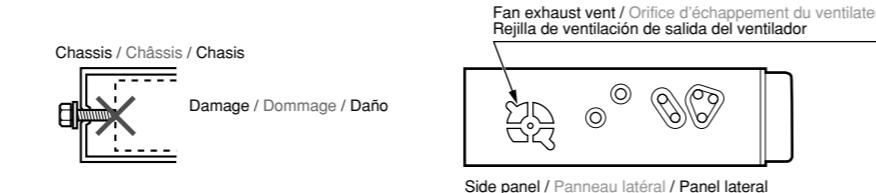

Figure 4 / Figure 4 / Figura 4
- This unit is equipped with a motorized fan to assist cooling of the internal parts. Take precautions during installation not to allow the fan's exhaust vent to be blocked with cables or other parts; otherwise excessive heating may result in malfunctions. (Figure 4)
- Cet appareil est muni d'un ventilateur motorisé qui contribue à refroidir les composants internes. Lors de l'installation, veiller à ce que l'orifice d'échappement du ventilateur ne soit pas obstrué par des câbles ou d'autres pièces, car un échauffement interne pourrait entraîner des pannes. (Figure 4)